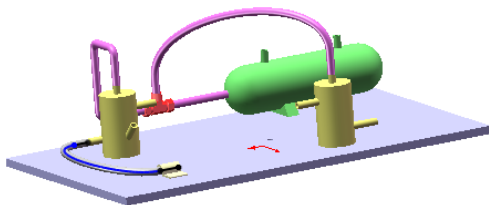
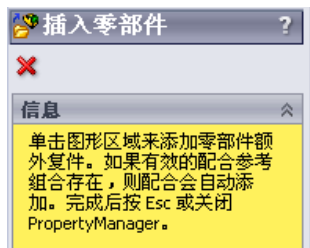

图 11.10.10 添加管筒线夹
图 11.10.11 “插入零部件”对话框
Step3. 拖放管筒线夹。打开设计库中的 \routing\tubing\tube fittings 文件夹, 选择 tubing_clip 为拖/放对象; 将库零件拖到底板上的圆孔处, 如图 11.10.10 所示, 单击图 11.10.11 所示“插入零部件”对话框中的  按钮。